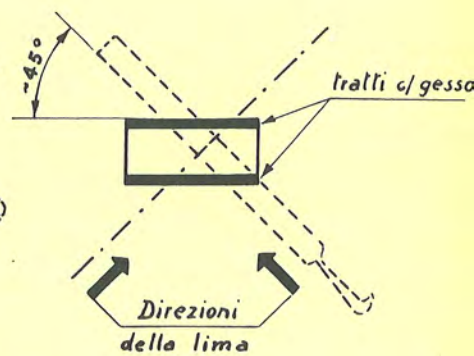

Fig. 6
- e) ripetere l'operazione incrociando la lima a 45° sopra gli stessi pezzi (fig. 6);
- b) si dispone sul pezzo e si riguarda controluce (fig. 6):
- si pulisce con cura il pezzo e si controlla con il piano di riscontro (fig. 6);